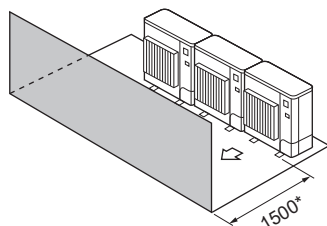

Fig. 2-15
- ③ Кедергілер тек алдыңғы жағында (Fig. 2-15)